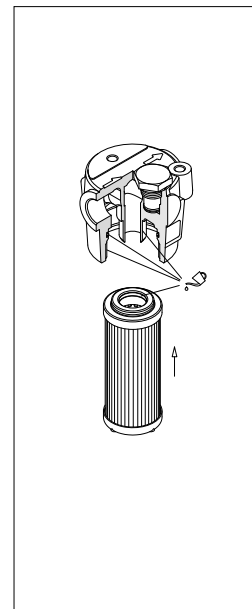

fig. 20
- (Fig. 20) Lubrificare con il fluido di lavoro l'O-ring dell'elemento filtrante, il codolo, l'O-ring e la sede della testata, quindi calzare l'elemento filtrante sul codolo. Prestare attenzione a non danneggiare la guarnizione O-ring